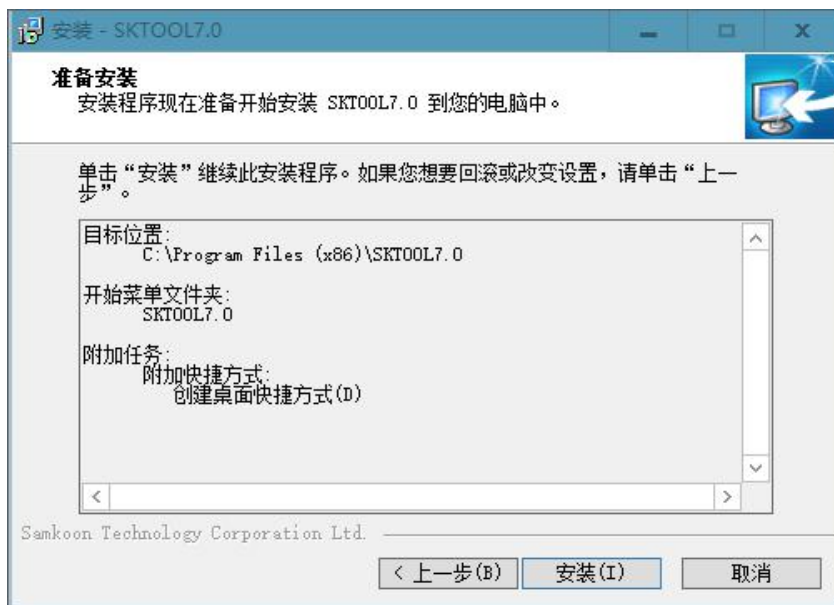

图 2-8 安装确认界面
- 安装确认界面，该界面显示用户之前步骤中选择的安装路径、安装所在的文件夹以及是否创建快捷方式这三项内容。点击“下一步”，如图 2-8 所示：